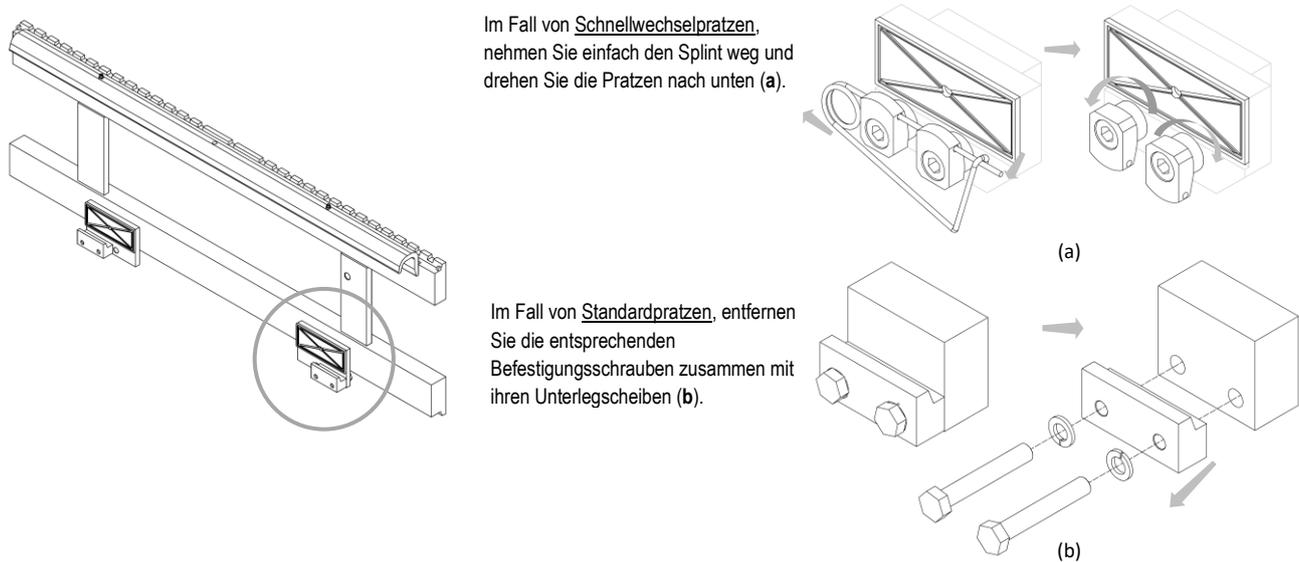

Abbildung 13
6. Entfernen Sie die unteren Haken vom Anbaugerät und fetten Sie die unteren Gleitstücke ein (siehe *Abbildung 13*).